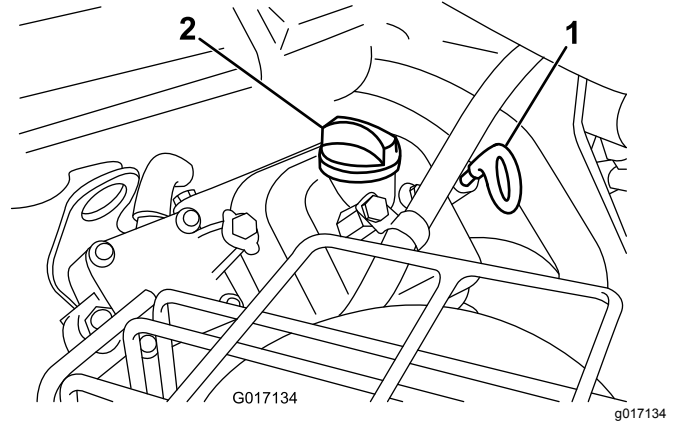

Bild 38
2. Ziehen Sie den Peilstab heraus und wischen ihn mit einem sauberen Lappen ab. Stecken Sie den Peilstab in das Rohr und stellen Sie sicher, dass er vollständig eingeführt ist (**Bild 38**).